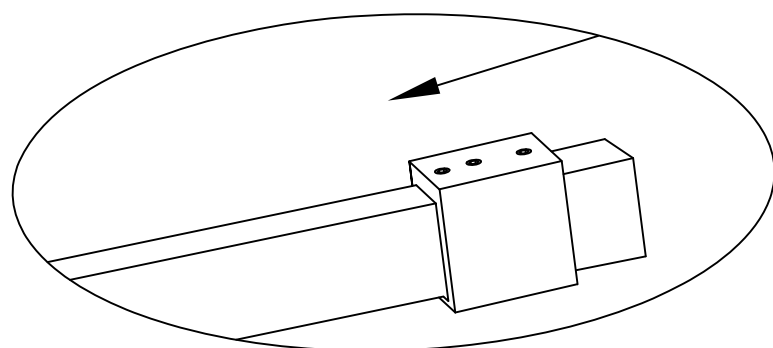

Fig. 7
7. Desserrez la vis de blocage de l'ensemble d'embout de rail (5) (6) et retirez les supports muraux (6) des embouts de rail (5). Glissez ensuite l'embout de rail (5) sur l'extrémité du rail supérieur (2) qui sera fixée au mur de douche. Serrez légèrement l'embout de rail (5) en place sur le rail supérieur (2). Répétez de l'autre côté. Voir la figure 7.